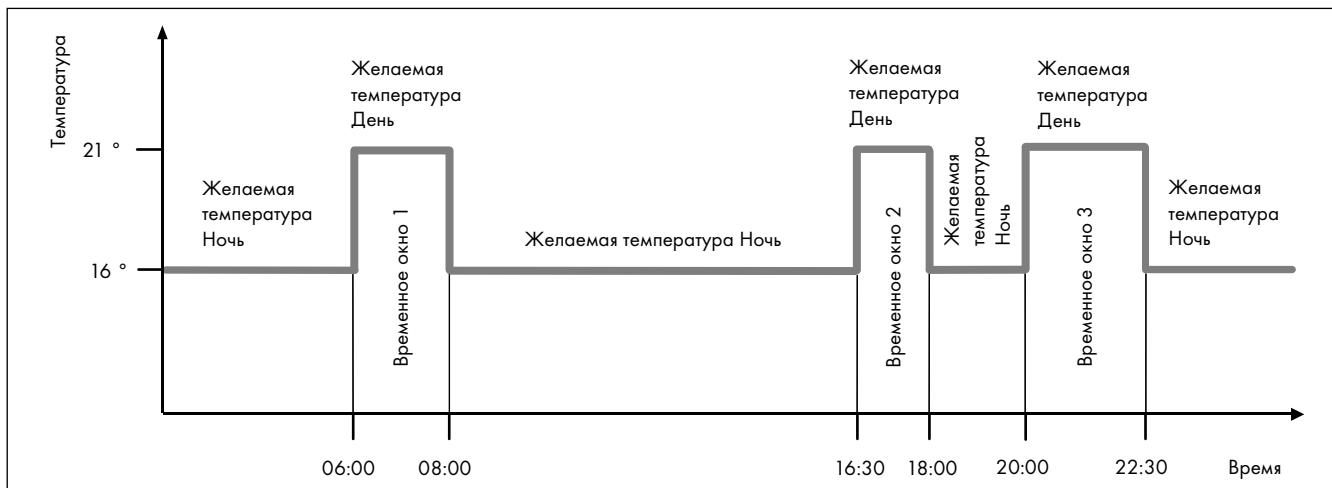

Рис. 5.1 Пример: три временных окна в один день
**Пример: три временных окна в один день (→ Рис. 5.1)**